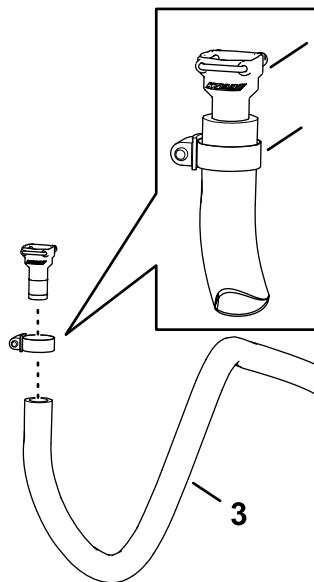

Figura 97
1. Montate il raccordo diritto dentellato (3/4 poll.) che avete rimosso al passaggio Preparazione della valvola di intercettazione \(pagina 41\) sul flessibile - 1,3 x 180 cm (1/2 x 71 poll.) con una fascetta stringitubo (Figura 97).